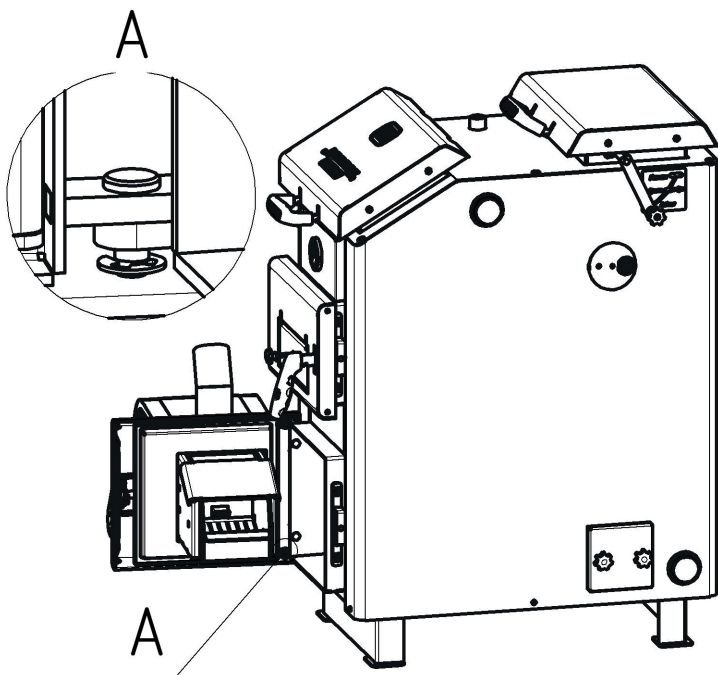

Рисунок 8 - Установка горелочного устройства на котёл
4. Смонтировать горелочное устройство на место ранее демонтированной дверки (Рис. 8). Проверить работу запорного устройства.